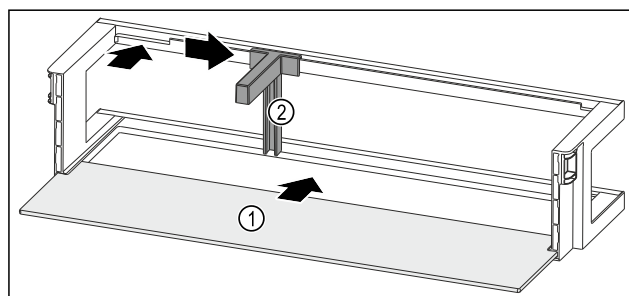

Fig. 136 Półka w drzwiach z półką
- ▶ Wsunąć półkę Fig. 136 (1) w boczne wycięcia.
- ▶ Włożyć uchwyt butelek Fig. 136 (2) do zagłębienia.
- ▶ Przesunąć uchwyt butelek Fig. 136 (2) na wybraną pozycję na bok.